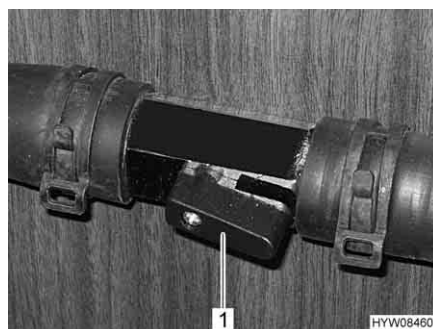

Fig. 116 Rubinetto aperto
- Posizionare la leva (Fig. 116,1) parallelamente alla tubazione (Fig. 116). Più il rubinetto viene aperto, maggiore è la prestazione del riscaldamento.
- Posizionare la leva (Fig. 116,1) verticalmente rispetto alla tubazione. Il circuito di riscaldamento funziona mediante la tubatura di bypass.